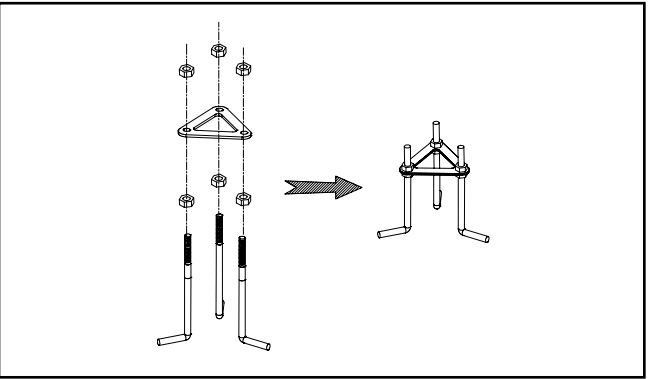

Figure 1.
1. Monte el soporte del perno de anclaje (x1) en los pernos de anclaje (x3) con las tuercas (x6), como se muestra en la Fig. 1, y utilícelo para determinar la ubicación de los pernos de anclaje en el concreto.